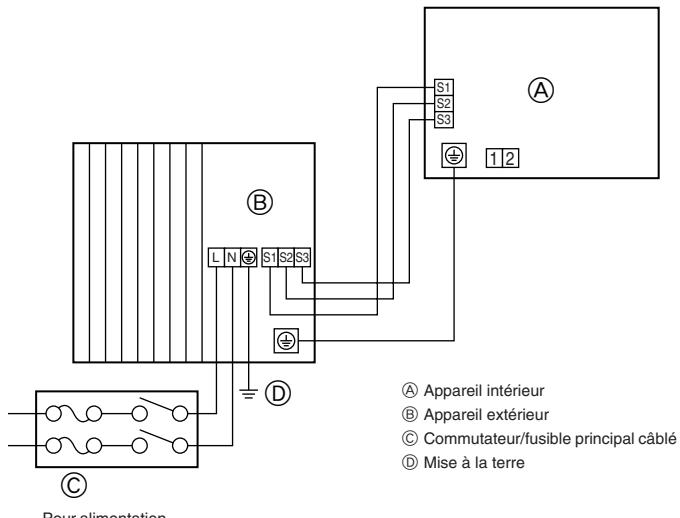
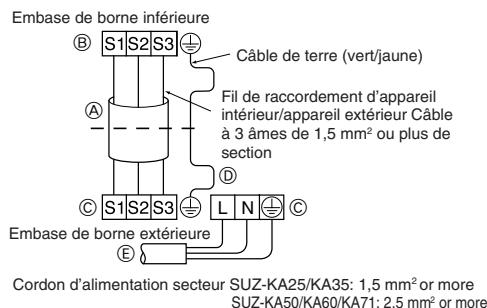
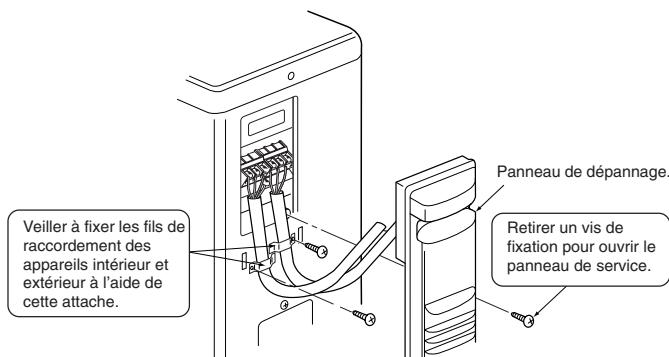
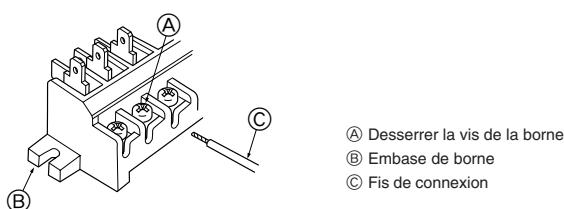

Fig. 6-1
Fig. 6-2
Fig. 6-3
Fig. 6-4
6.1. Appareil extérieur (Fig. 6-1, Fig. 6-2, Fig. 6-3, Fig. 6-4)
- ① Déposez le panneau de service.
- ② Raccordez les câbles conformément aux Fig. 6-1, Fig. 6-2, Fig. 6-3 et Fig. 6-4.
- Effectuez le câblage selon le diagramme en bas et à gauche. (Veuillez vous procurer le câble localement) (Fig. 6-2)
- **Fitez attention de brancher les fils correctement. (Fig. 6-4)**